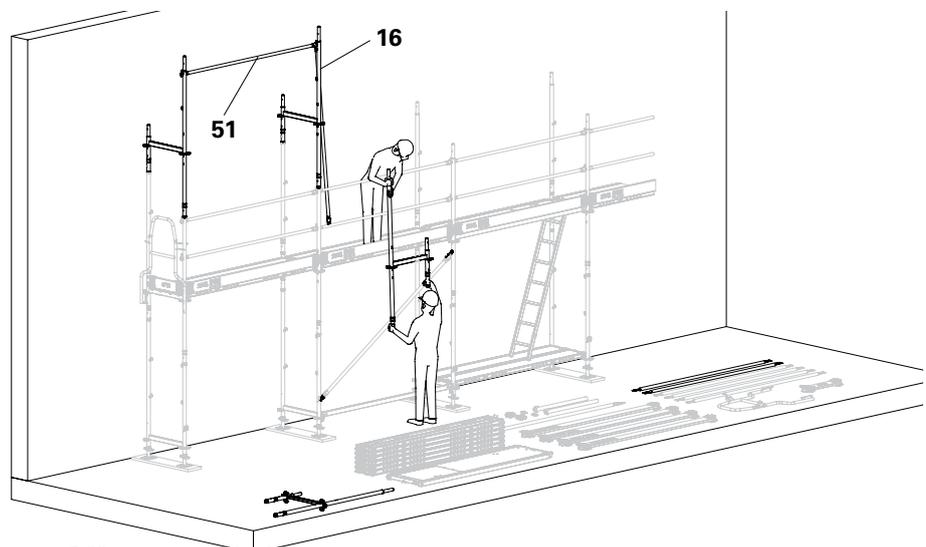

Abb. B5.03
3. Easy Rahmen EVF (16) zusammen mit dem oberen Geländerholm EPG (51) in umgekehrter Aufbaureihenfolge abbauen. (Abb. B5.03)